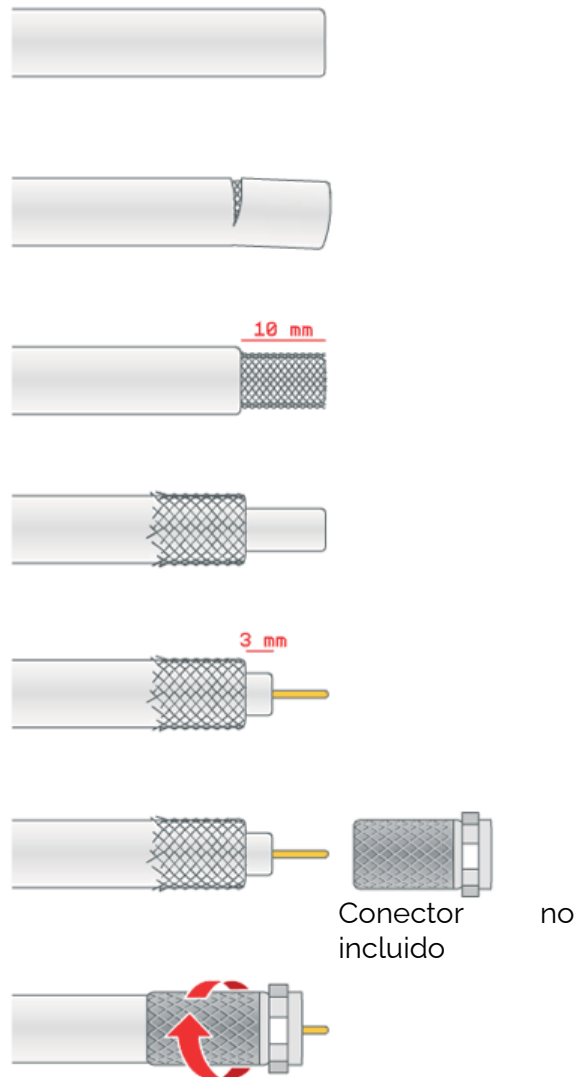

Fig. 13
11. Si es necesario acortar el(los) cable(s), consulte las instrucciones en la Fig. 13.